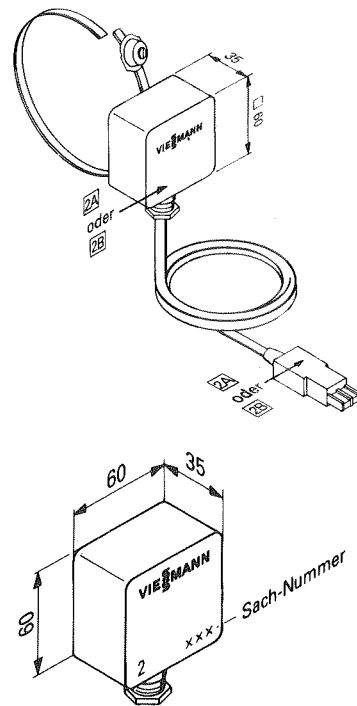

Abb. 4.6
Etiketten 2B auf Steckverbinder und Gehäuse des Vorlauftemperatursensors nach Abb. 4.6 kleben.
Etiketten 2A auf Steckverbinder und Gehäuse des Vorlauftemperatursensors nach Abb. 4.6 kleben.
3. Zur Montage des Vorlauftemperatursensors an Vorlaufrohren mit Durchmessern über 100 mm wird das beiliegende Verlängerungsspannband benötigt. Dieses muß dann vor der Befestigung des Vorlauftemperatursensors am Vorlaufrohr mit dem Spannband am Vorlauftemperatursensor fest verbunden werden (Abb. 4.6).